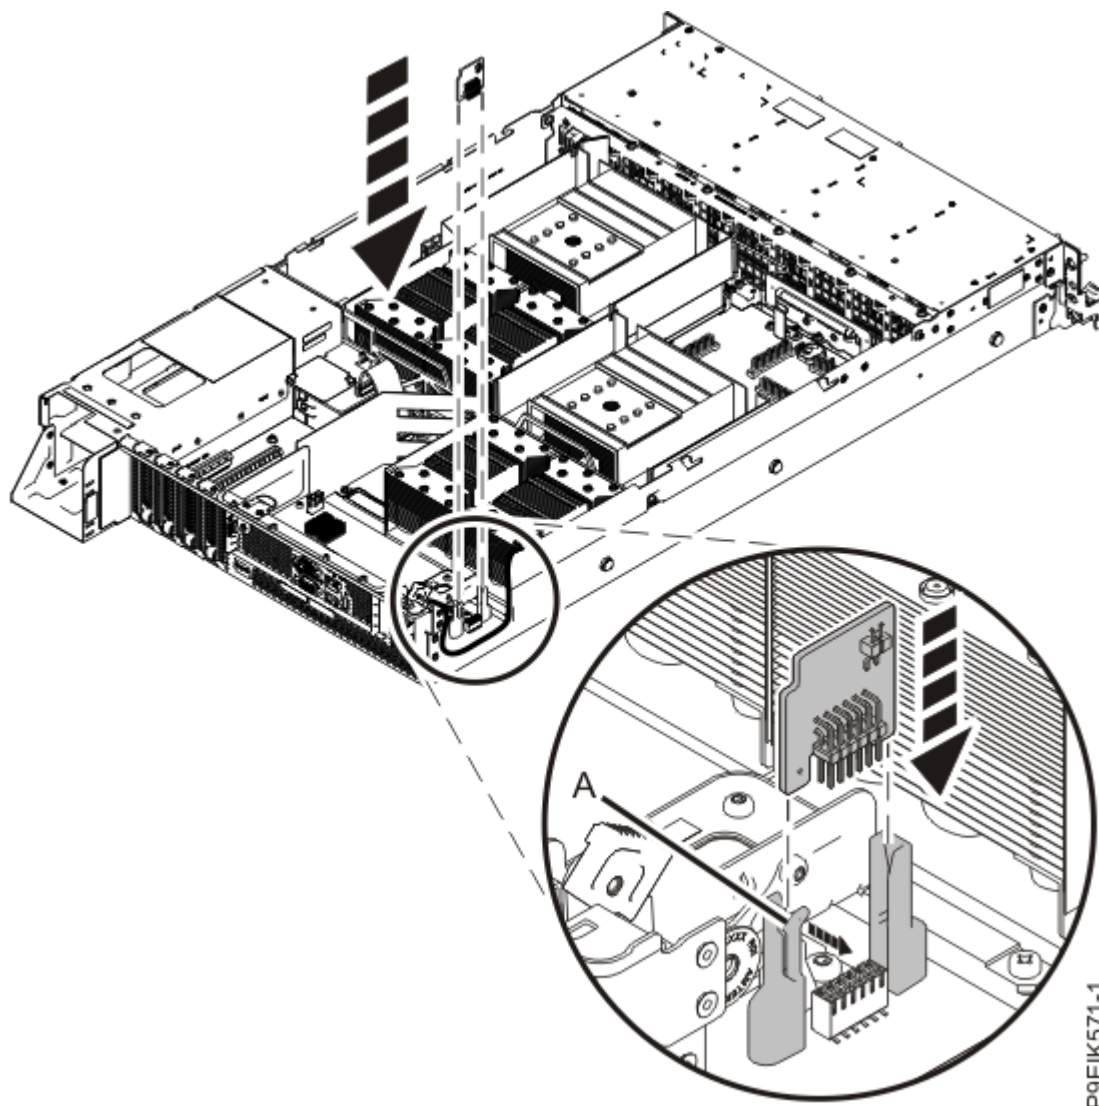

Figura 166. Sustitución del módulo de plataforma fiable
2. Alinee el módulo de plataforma fiable con las guías de plástico, tal como muestra la Figura 166 en la página 184, y empuje el módulo de plataforma fiable hacia el interior de la placa posterior del sistema hasta que quede bien asentada y la palanca **(A)** haga clic indicando que está encajada.